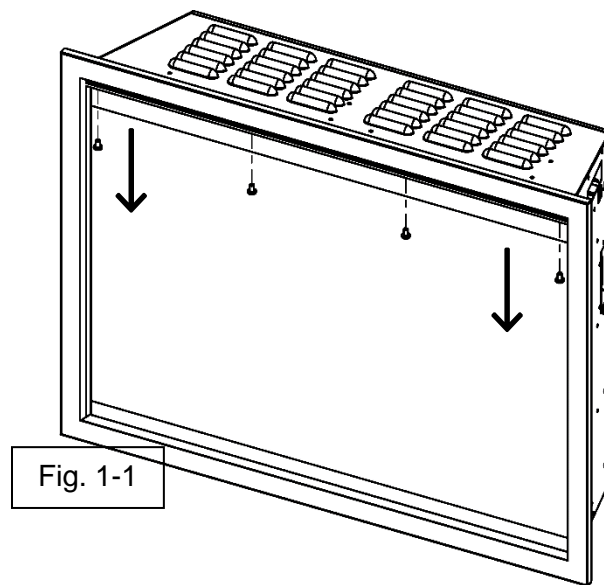

Fig. 1-1
- Verwijder de schroeven van de onderkant van het kijkgebied van de open haard, met één hand op het frontglas om te voorkomen dat dit valt (Fig. 1-1). De hoeveelheid schroeven kan variëren afhankelijk van de grootte van de haard. Leg de schroeven opzij.